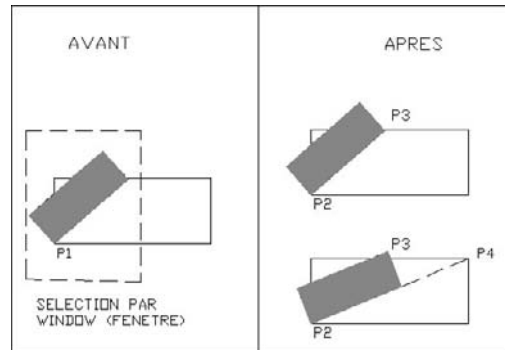

Fig.6.26
- 1 Exécuter la commande de rotation à l'aide d'une des méthodes suivantes (fig.6.26) :